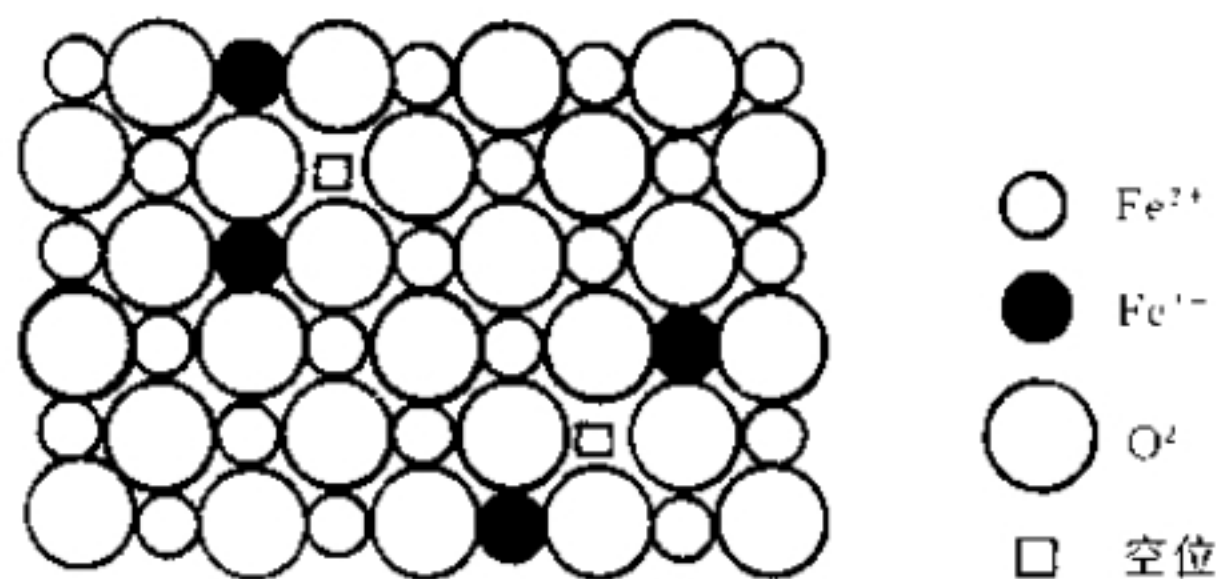

图 2-2 氧化铁( $\text{Fe}_{1-x}\text{O}$ ) 的缺陷结构
**例 2.2.6** 氧化铁中氧的摩尔分数  $x_{\text{O}} = 52/10^{-2}$ ,且晶格常数为 0.429 nm,与 NaCl 具有相同的结构,如图 2-2 所示。(因为有一部分  $\text{Fe}^{3+}$  离子存在,需要空位来平衡电荷)
(1) 计算此种氧化铁中  $\text{Fe}^{2+}/\text{Fe}^{3+}$  离子比?
(2) 计算其密度?
**解** (1) 选 100 个原子作为计算基准,则 100 个原子中有 52 个  $\text{O}^{2-}$  和 48 个铁离子。